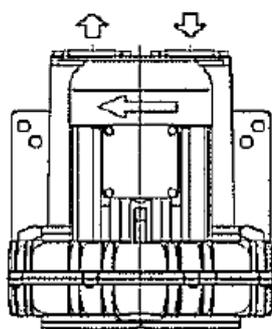
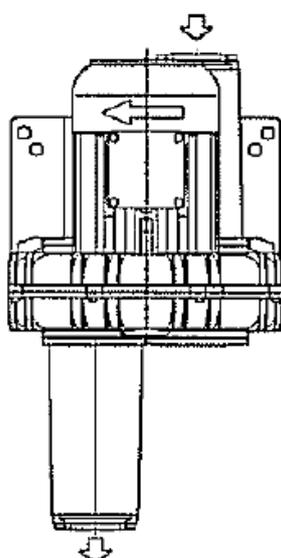
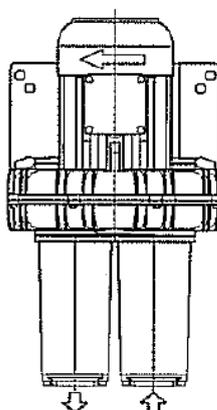

Рис. 2
Рис. 3
Рис. 4
1. Определить требуемую компоновку (рис. 2, рис. 3, рис. 4)
Рис. 2 с 90° магистральным трубопроводом
Рис. 3 с двумя 90° магистральными трубопроводами
Рис. 4 с 90° магистральным трубопроводом